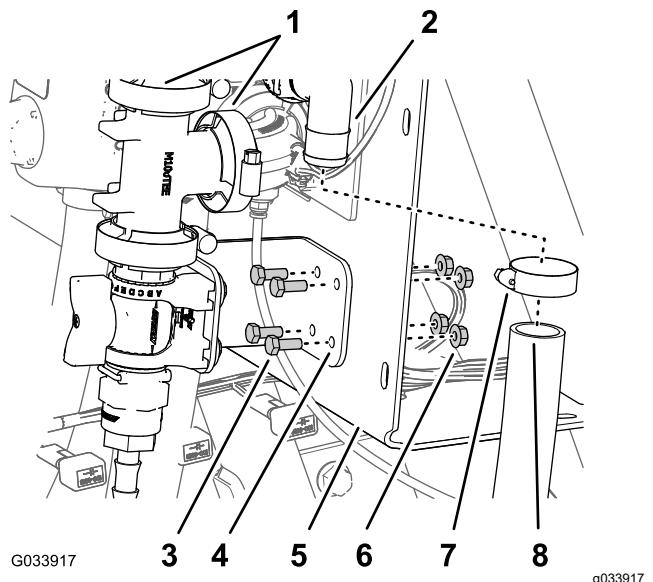

Figura 18
- Fissate, senza serrarlo, il raccordo a T e il raccordo a 90° utilizzando una guarnizione e un morsetto flangiato (Figura 18).
- Serrate manualmente il morsetto flangiato che fissa la valvola di regolazione e il raccordo a T (Figura 13) e il morsetto flangiato che fissa il raccordo a T al raccordo a 90° con un connettore per il tubo di rilevamento (Figura 15 e Figura 18).
- Allineate la flangia del raccordo a T alla flangia del raccordo a 90° con un connettore per il tubo di rilevamento (Figura 18).